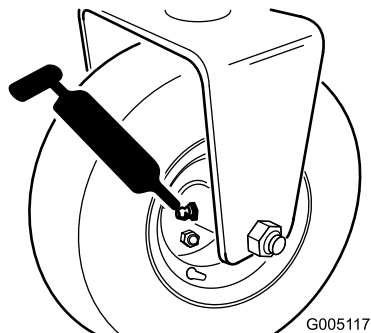

Bild 38
- Kupplungen der Hinterradrollen und externes Kugellager (1) (Bild 38)